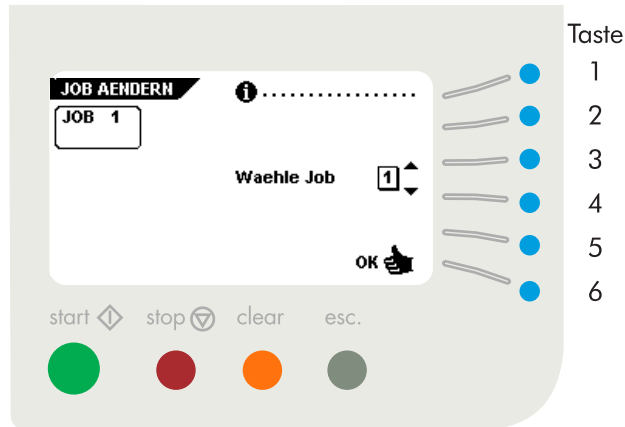

Abb. 11
Bei Betätigung der Taste 2 im "Hauptmenü (1)" erscheint im Display das Menü "Anderer Job" (siehe Abb. 11) mit folgenden Funktionen:
- Wahl des gewünschten Jobs und Bestätigung mit "OK" (Taste 6) und dadurch Rückkehr zum "Hauptmenü (1)".